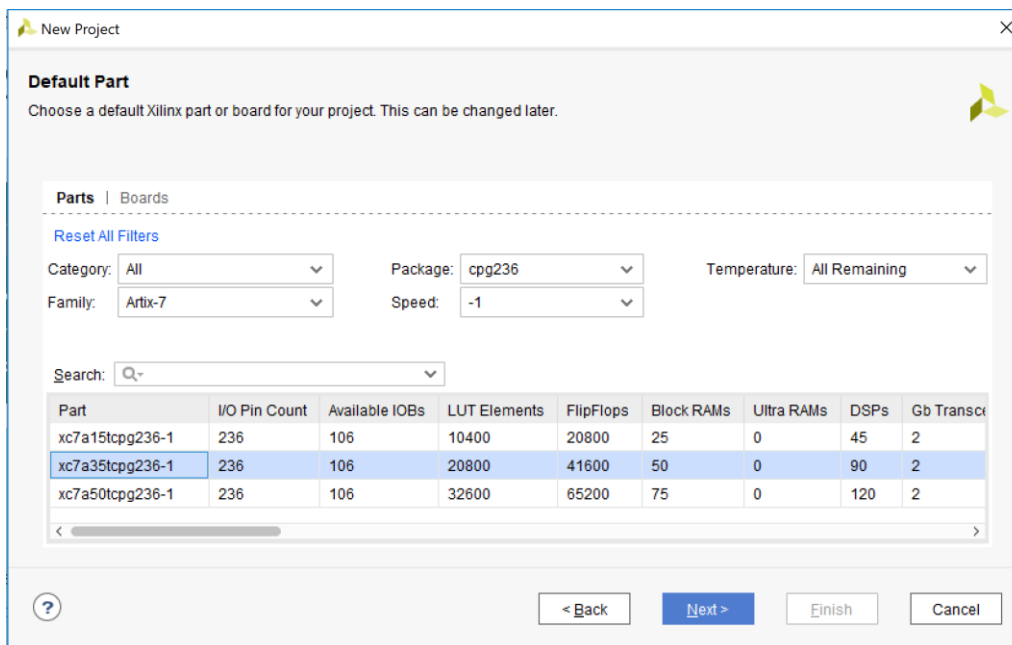

Figura 2. Janela “Default Part” com a placa Atix-7 XC7A35T-CPG236 (Digilent Basys 3)
- Quando criar um novo projeto, certifique-se que escolhe esse dispositivo. **Para criar um novo projeto no Vivado WebPack 2018.2** é preciso clicar em “Create Project” (ou *File*→*New*→*Project*). Abrir-se-á uma janela. Clique em *Next*. Na janela seguinte indique o nome do projeto (“Project name”) e a localização em disco do projeto (“Project location”). Deixe a opção “Create Project Directory” marcada. Desde modo será criada uma subdiretoria com o nome do projeto. Após preenchimento dos campos, pressione em *Next*. Na janela “Project Type” selecione a opção “RTL Project”, marque a opção “Do not specify sources at this time” e clique *Next*. Será aberta a janela “Default Part”, onde é preciso especificar a placa de desenvolvimento *Digilent Basys 3* baseada na FPGA da família **Artix-7** com referência **XC7A35T-CPG236**, ou seja, preencha os campos desta janela de acordo com a Figura 2 e clique *Next*. Na janela seguinte, clique *Finish*.